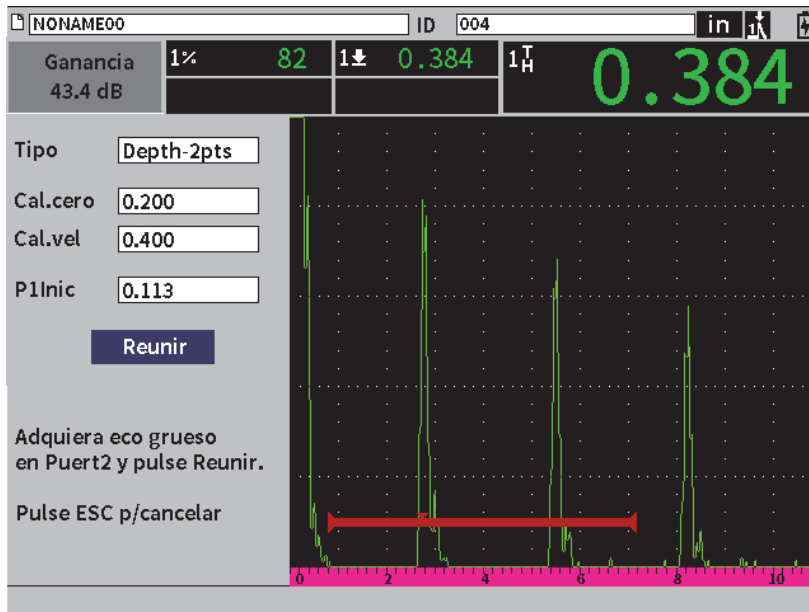

Figura 8-6 Calibración: Listo para reunir el eco grueso
9. Pulse la tecla TAB para resaltar el botón **Reunir** y, después, pulse la tecla ENTRAR para capturar el eco tenue (vea la Figura 8-6 en la página 120).
12. Pulse la tecla TAB para resaltar el botón **Reunir** (vea la Figura 8-6 en la página 120).